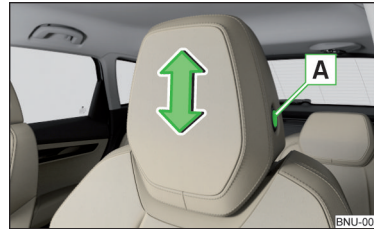

Abb. 95
- › Zur **Höheeinstellung** die Sicherungstaste **A** halten und die Stütze in die gewünschte Richtung verschieben » **Abb. 95**.